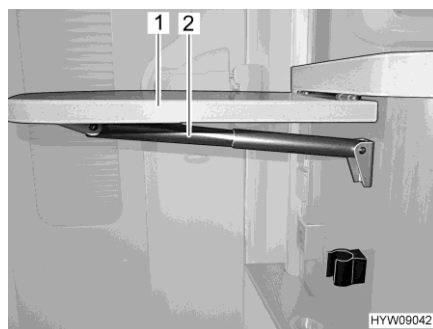

Fig. 83 Tavolo ribaltabile su bancone
- Afferrare in basso il tavolo ribaltabile su bancone (Fig. 83,1) e tirandolo leggermente estrarlo dall'incastro.
- Orientare il piano del tavolo verso l'alto, fino all'aggancio dell'elemento di fissaggio del supporto telescopico (Fig. 83,2). Rilasciare il piano del tavolo.